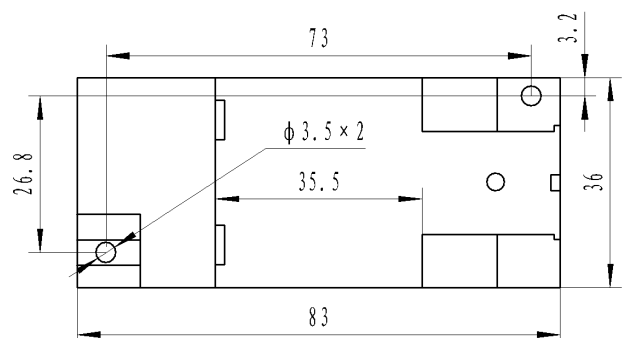

图 7、S3 外形安装尺寸图
产品采用 DIN35 导轨式安装或螺钉固定安装, 接线端子间距为 5.08 mm, 其安装尺寸如图 7 所示(单位 mm)。
- ①按图 7 所示的螺孔位置在固定板上打直径为 3mm 孔；
- ②使用Φ3 的螺钉插入孔中固定。